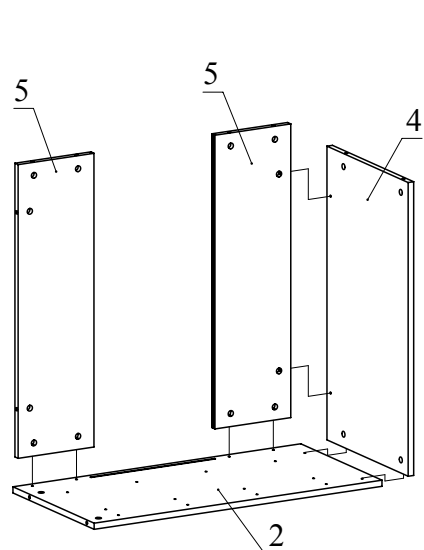

Рис.6
4. Соберите сборку согласно рисунку (Рис. 6), затягивая конфирматным ключом головки минификсов по часовой стрелке до упора.